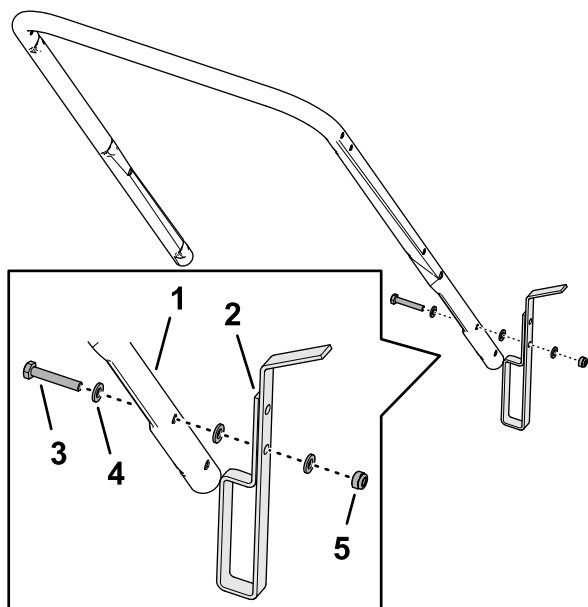

Figura 4
2. Aliniați orificiul din opritorul acionat cu piciorul cu orificiul din bara de ghidare inferioară (Figura 4).